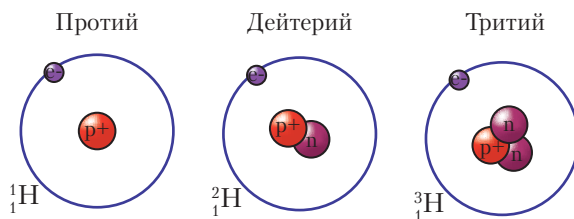

Рис. 12. Схема строения изотопов водорода
Например, существующие в природе нуклиды  ${}^1_1\text{H}$ ,  ${}^2_1\text{H}$  и  ${}^3_1\text{H}$  — изотопы водорода, так как принадлежат одному и тому же химическому элементу, но различаются числом нейтронов в ядре атома (рис. 12). Их называют водород-1, или протий (H), водород-2, или дейтерий (D), водород-3, или тритий (T). Массы атомов водорода-1, водорода-2 и водорода-3 равны 1,008, 2,014 и 3,016 а. е. м., или приблизительно 1, 2 и 3 а. е. м.